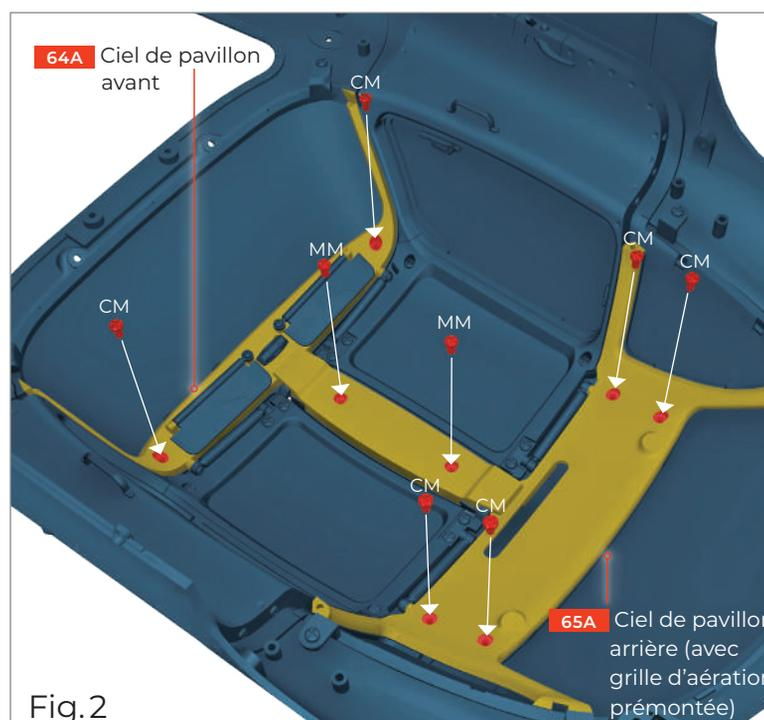

Fig.2
■ Glissez une charnière **64C** dans l'alésage qui se trouve en haut du pare-soleil **64B**, sur le côté. Du côté opposé, vous voyez une tige. Insérez-la dans le logement qui est à gauche, à l'avant du ciel de pavillon **64A** (fig. 1). Fixez le côté où se trouve la charnière à l'aide d'une vis **EP** (fig. 2). Répétez cette opération avec la deuxième charnière **64C** et le deuxième pare-soleil **64B**, du côté droit du ciel de pavillon (fig. 3).
Posez la carrosserie sur votre plan de travail de façon à accéder à la face intérieure du toit **52A**. Orientez le ciel de pavillon comme sur l'illustration ci-dessous et faites coulisser les manchons télescopiques **64D** et **65B** sur les tiges télescopiques correspondantes **63E**. Appuyez délicatement sur le ciel de pavillon en direction du toit, jusqu'à ce que les tiges télescopiques soient correctement positionnées dans leurs manchons. Vérifiez que le câble de LED **64F** est bien posé et qu'il ressort au niveau du montant de fenêtre gauche du ciel de pavillon arrière **65A** (fig. 1). Fixez le module au ciel de pavillon avant **64A** avec deux vis **CM** puis au ciel de pavillon arrière **65A** avec quatre vis **CM**. Pour finir, insérez deux vis **MM** dans le montant central (fig. 2).